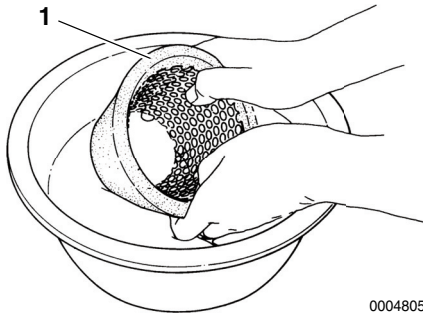

Figura 10
2. Rimuovere l'elemento (**Figura 10, (1)**). Pulire l'elemento e l'alloggiamento con un detergente neutro.